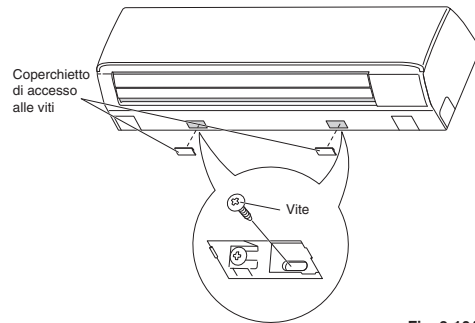

Fig. 3-104
- (1) Rimuovere il coperchietto di accesso alle viti ubicato sul fondo dell'unità (Fig. 3-104)
- (2) Con le due viti autofilettanti da 4 x 10 mm fornite in dotazione bloccare il telaio sul pannello posteriore. (Fig. 3-104)